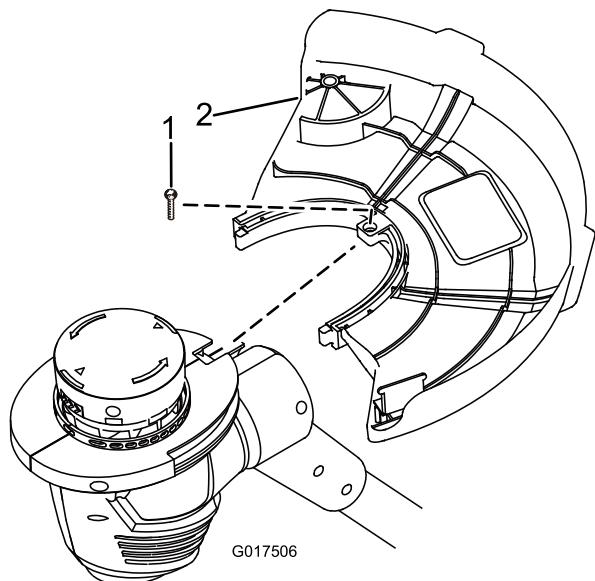

Figura 2
1. Retire el tornillo de cabeza Phillips sujetado con cinta al protector (Figura 2).
2. Deslice el protector sobre la base de la desbrozadora, según se muestra en Figura 2.